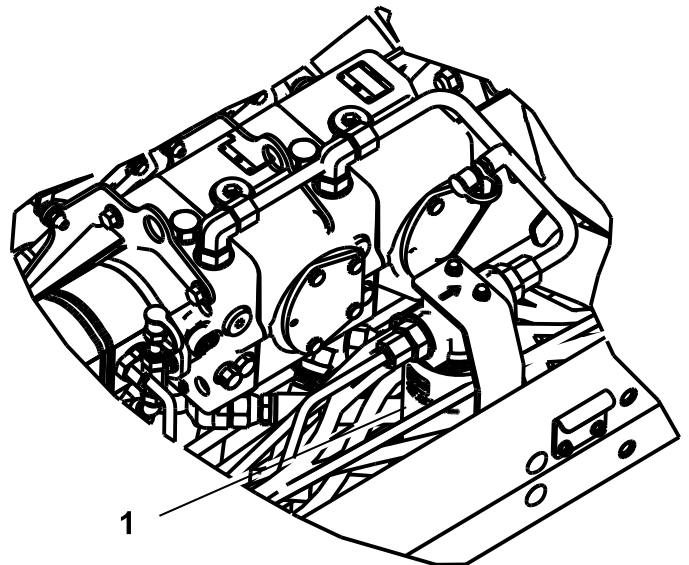

Рисунок 76
2. Очистите область вокруг места крепления фильтра и установите сливной поддон под фильтр (Рисунок 76).